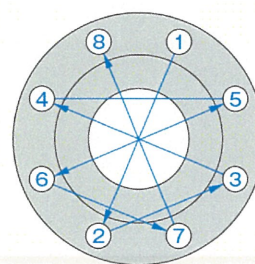

図 7. 対角締め手順
- ① 図7のように、対角位置にあるボルトを順番に締め付ける。
- ② 締付トルクは段階的に増加させ、（例えば目標締付トルクの10% → 20% → 60% → 100%）均等に締め付ける。
- ③ フランジ面間の・間をノギスなどで対角に4箇所測定し、片締めしていないか確認する。